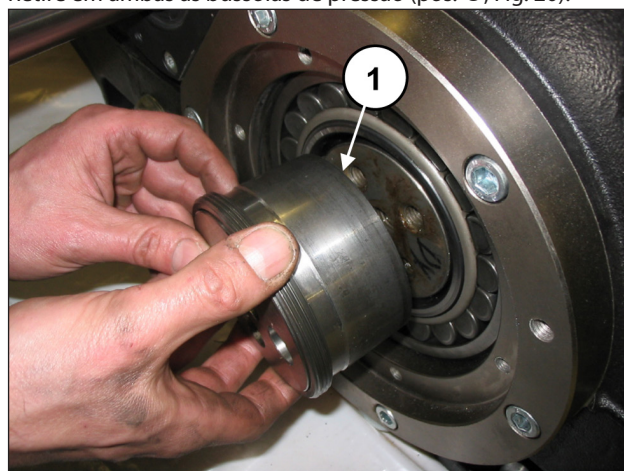

Fig. 20
Retire em ambas as bússolas de pressão (pos. ①, Fig. 20).